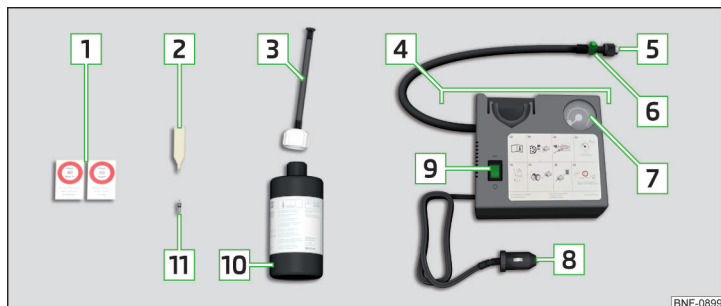

Fig. 343 Descrierea setului de pană
- ▶ Montați cheia de ventile **2** » fig. 343 la pagina 302 pe ventil, astfel încât ventilul să intre în fanta cheii de ventile.
- › Înșurubați bine furtunul de umplere **5** » fig. 343 la pagina 302 pe ventil.